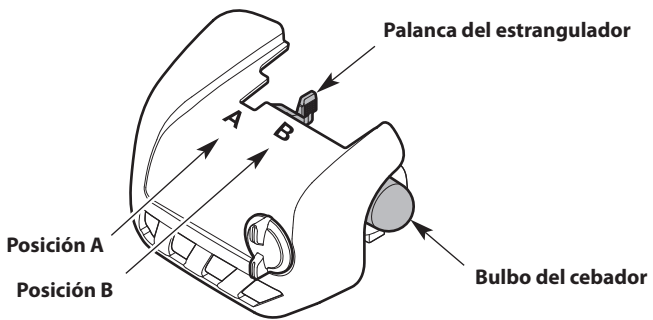

Fig. 15
1. Presione y luego suelte el bulbo del cebador lentamente **10 veces** (Fig. 15).
2. Coloque la palanca del estrangulador en la **Posición A** (Fig. 15).
6. Coloque la palanca del estrangulador en la **Posición B** (Fig. 15).